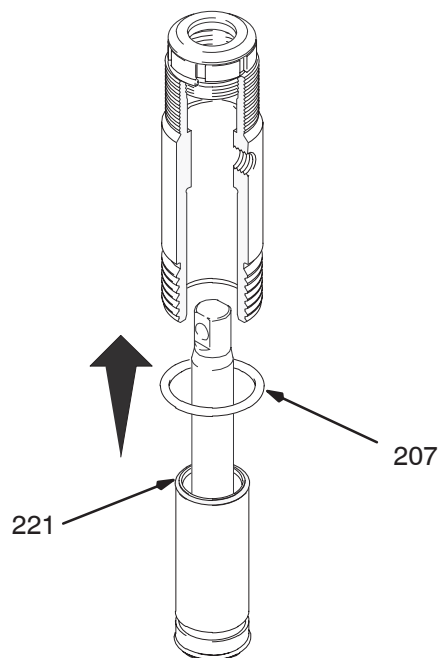

Fig. 17
Fig. 17. Graisser le joint torique (221) et le mettre en place sur la chemise. Faire coulisser l'ensemble chemise/tige de piston dans le bas du cylindre. Remplacer le joint torique (207) si on le désire.